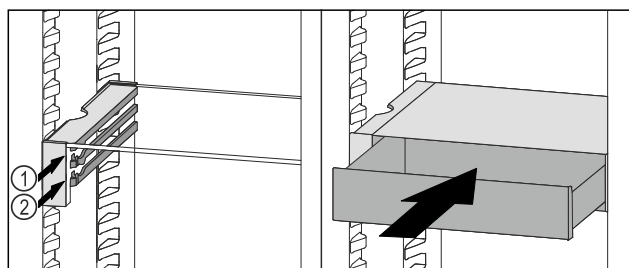

Fig. 198
- ▶ 将 VarioSafe 抽屉放置在所需肋梁 Fig. 198 (1) 或 Fig. 198 (2) 上的止动器后面。